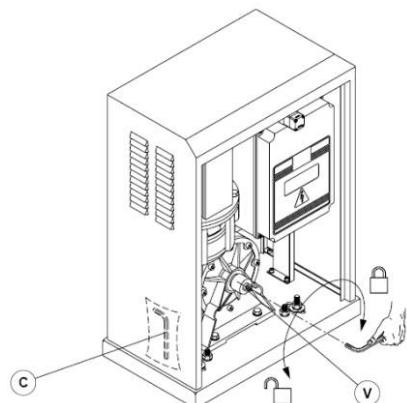

рис. 18
- Вставить разблокировочный ключ (рис. 18 C), расположенный внутри корпуса в разблокировочный винт (рис. 18 V).
Вставить разблокировочный ключ в разблокировочный винт (рис. 18 V) и повернуть его по часовой стрелке до полного закрывания.